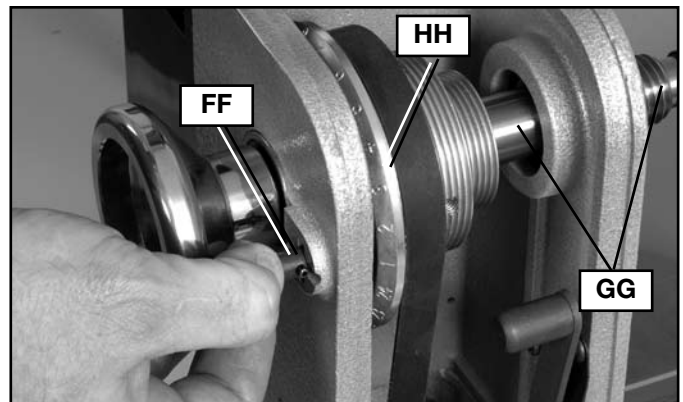

Fig. 21
El torno incluye una clavija indicadora (FF) Fig. 21. La clavija permite trabar el eje (GG) en 24 posiciones (tal como está marcado en la rueda indicadora (HH)) para usarlo en diferentes aplicaciones. Para usarla:
1. Gire la rueda indicadora (HH) de modo que el eje (GG) esté en la posición deseada.
2. Retire un poco la clavija indicadora (FF) de la ranura de retención.
4. Libere la clavija indicadora (FF) de modo que se encaje en la rueda indicadora numerada (HH) Fig. 21 y trabe el eje (GG) en su lugar.